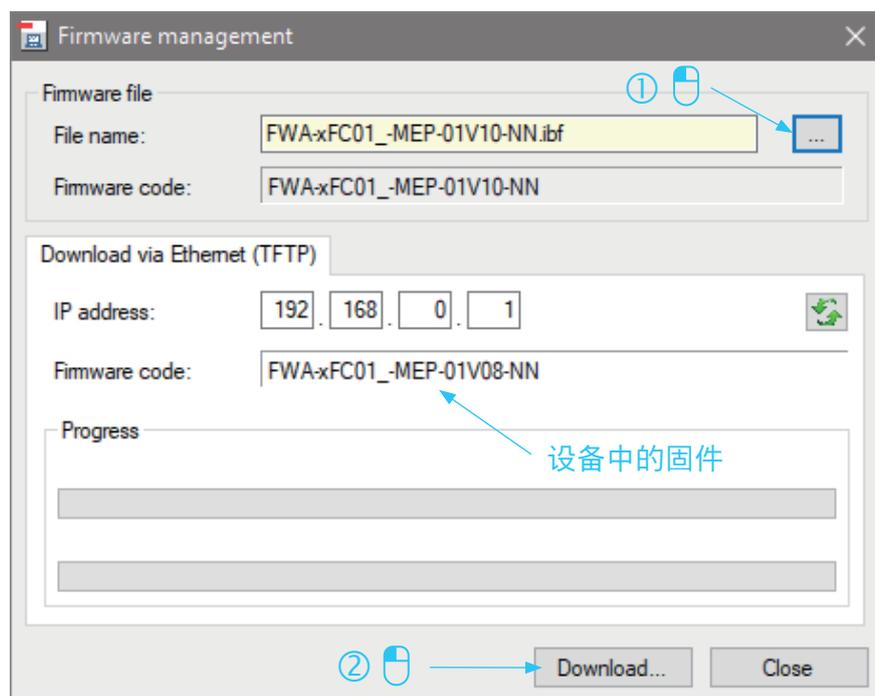

图 15: 固件更新 MEP 窗口
- ▶ 单击“...”导航至固件文件 (*.ibf)，然后单击“更新”将其下载到设备上（请参见 图 15: 固件更新 MEP 窗口）。